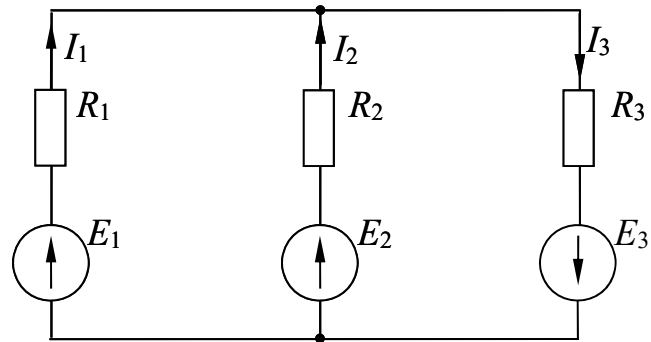

Рисунок 2.1 – Схема электрической цепи к задаче 2
**Задача 2.** Определить токи в ветвях схемы (рисунок 2.1). Исходные данные к задаче (ЭДС источников  $E_1 \dots E_3$ , внутренние сопротивления источников и нагрузки  $R_1 \dots R_3$ ) приведены в таблице 2.1. Задачу решить методом непосредственного применения законов Кирхгофа и методом контурных токов. Проверить правильность расчёта по балансу мощностей. Осуществить моделирование работы схемы в среде Multisim.